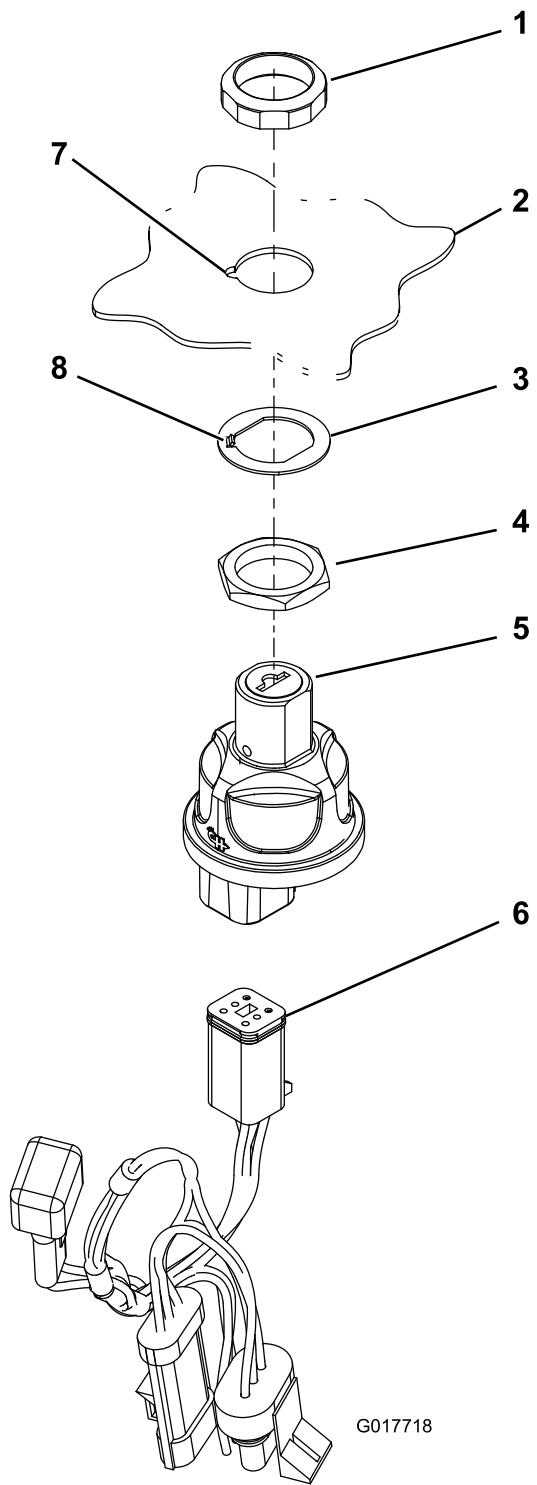

Figura 2
1. Dispositivos de fixação (5)
8. Instale o novo conjunto de ignição como se mostra em Figura 2.
- Nota:** Certifique-se de que alinha a patilha na anilha com a ranhura do painel de controlo (Figura 2).
9. Ligue a cablagem da nova ignição (Figura 2) ao conector na cablagem existente que estava ligada à ignição antiga.
10. Ligue o conector de cablagem da nova ignição à nova ignição (Figura 2).